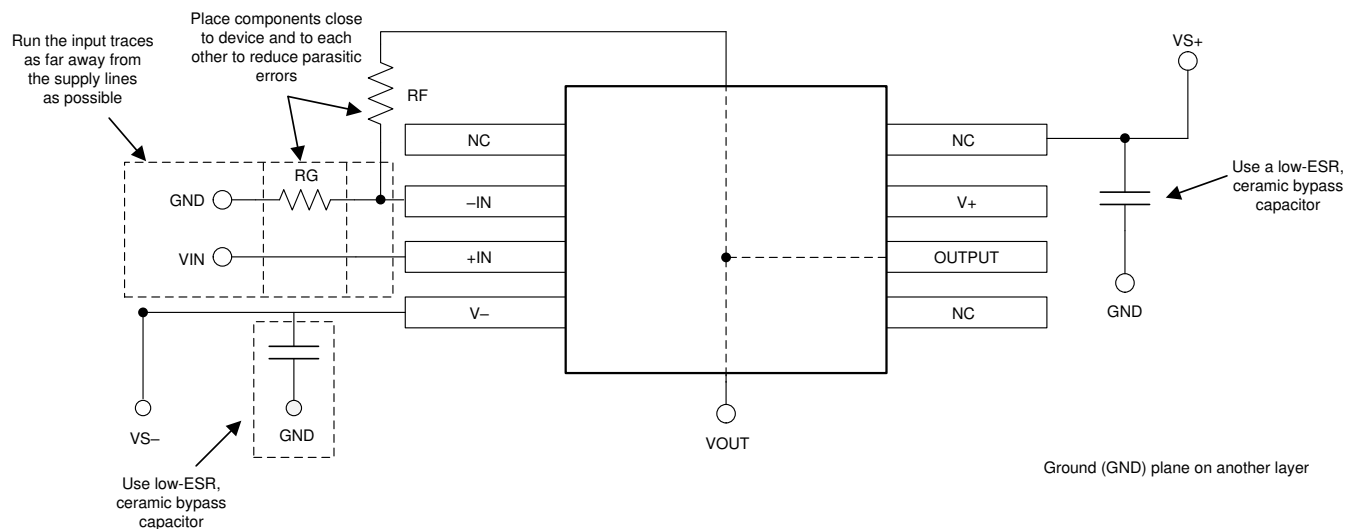

図 7-7. 非反転構成のオペアンプ基板のレイアウト
- 外付け部品は、可能な限りデバイスに近く配置します。図 7-7 に示すように、RF と RG を反転入力に近づけて配置すると、寄生容量が最小化されます。